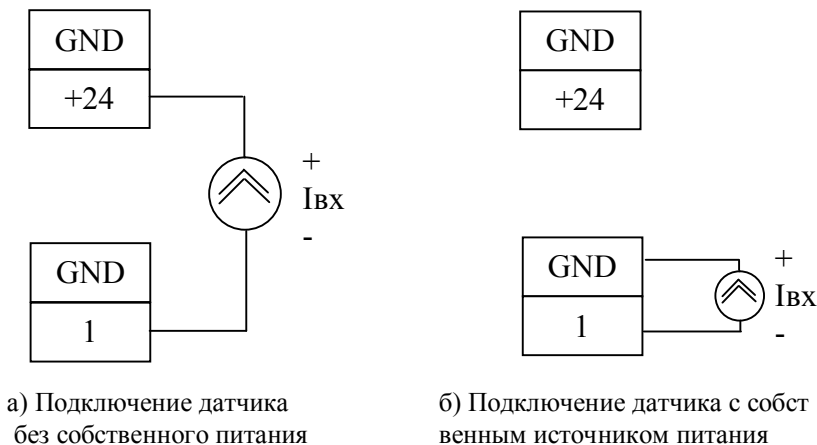

Рис.2
2.2.5. В «Сигнал-5» встроен источник 24В постоянного тока, (Р не более 3Вт), для питания аналоговых датчиков, не имеющих собственного источника. Варианты подключения аналоговых датчиков смотри на Рис.2